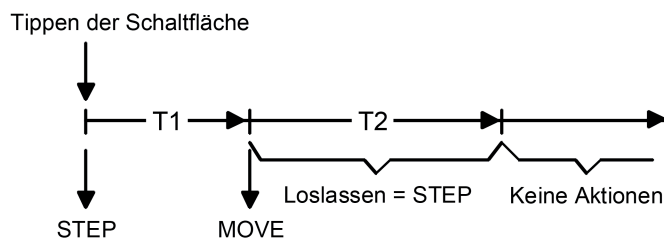

Bild 4: Telegrammkonzept beim Tippen einer Schaltfläche der Kanalfunktion "Jalousie / Rolllade Step Move"
- Unmittelbar beim Tippen einer Schaltfläche sendet der Gira G1 ein Kurzzeitlegramm auf den KNX aus (Bild 4), wodurch ein fahrender Antrieb gestoppt und intern die "Zeit zwischen Kurz- und Langzeitbefehl" T1 gestartet wird. Wenn die betätigte Schaltfläche innerhalb von T1 wieder losgelassen wird, sendet das Gerät kein weiteres Telegramm aus. Dieser Step dient zum Stoppen einer laufenden Dauerfahrt.